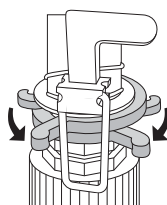

Fig. 7
- ♦ Réduisez la distance entre les deux clips de délimitation ④ pour réduire l'angle de dispersion du jet d'eau (voir fig. 7).